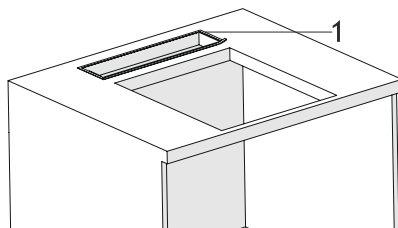

Fig. 13
2. ➤ Placera tättningslistan runt det utskurna hålet i bänkskivan (Fig. 13).